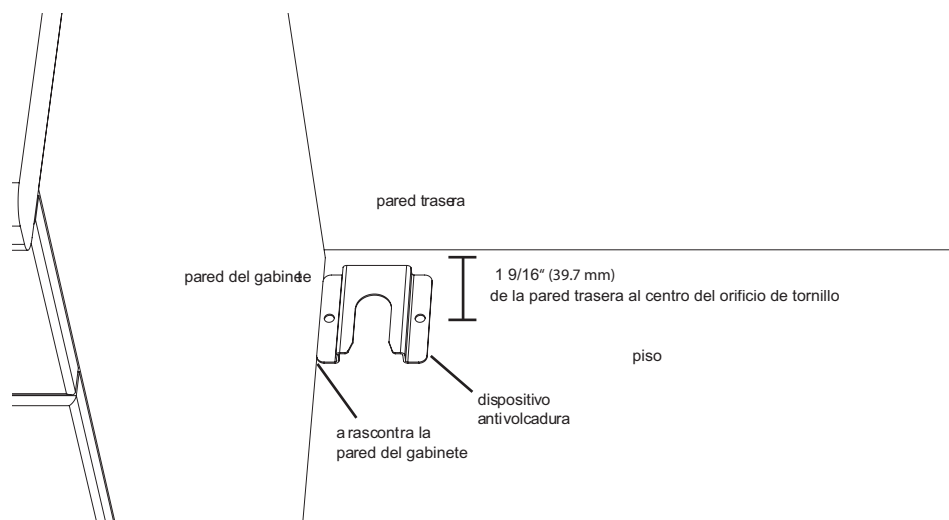

Figura 8: Soporte antivolcadura
1. Tome medidas para localizar la posición del soporte como se indica en la Figura 8: Soporte antivolcadura.